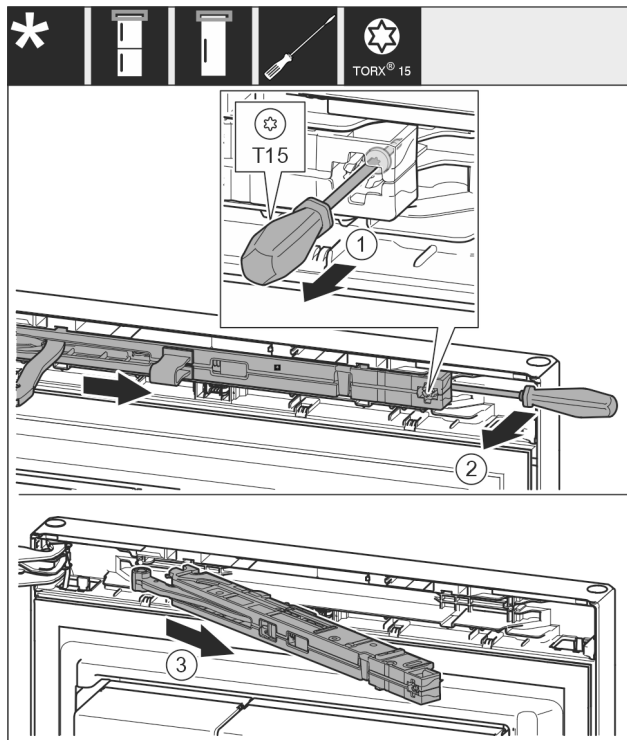

Fig. 11
- ▶ Vijak Fig. 11 (1) na jedinici prigušivača zatvaranja otpustite odvijačem 14 mm.
- ▶ Jedinicu prigušivača zatvaranja Fig. 11 (2) podignite odvijačem prema gore na strani ručke.
- ▶ Izvucite jedinicu prigušivača zatvaranja Fig. 11 (3).